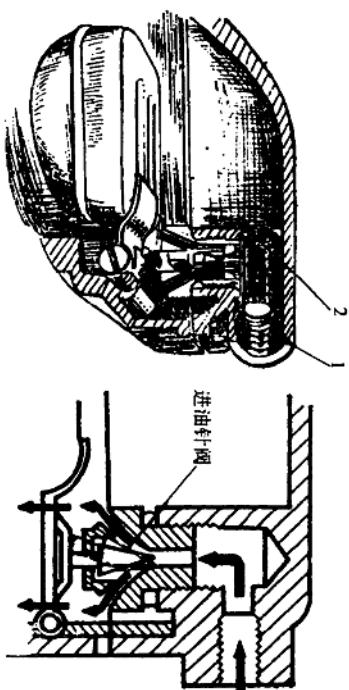

图 1-5 化油器进油滤油网堵塞示意图
5. (图 1-5) 汽油滤清器或化油器油接头滤网被堵塞。汽油内污泥、积垢、杂质过多,影响汽油顺利通过。油杯内的水分过多,随同汽油混进化油器,影响燃料的燃烧。